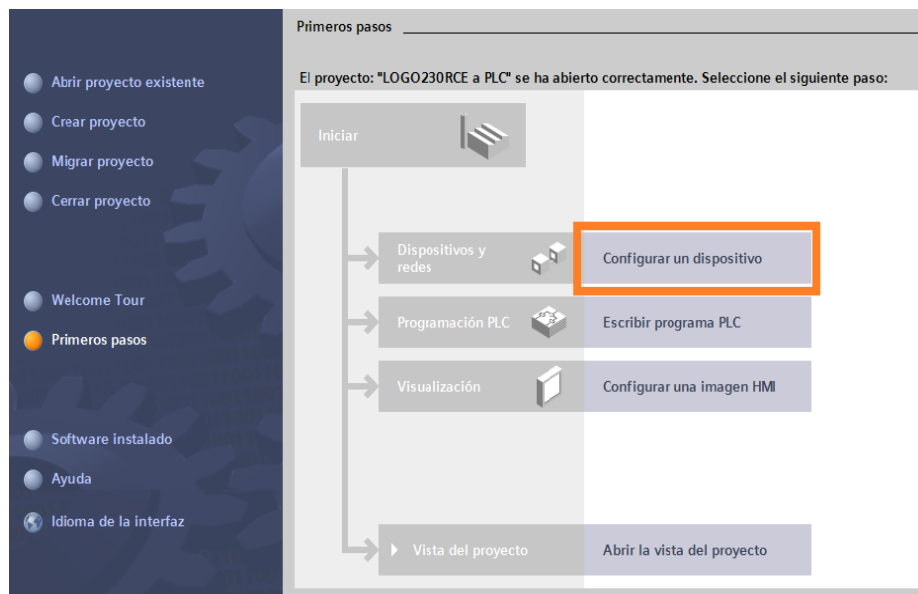
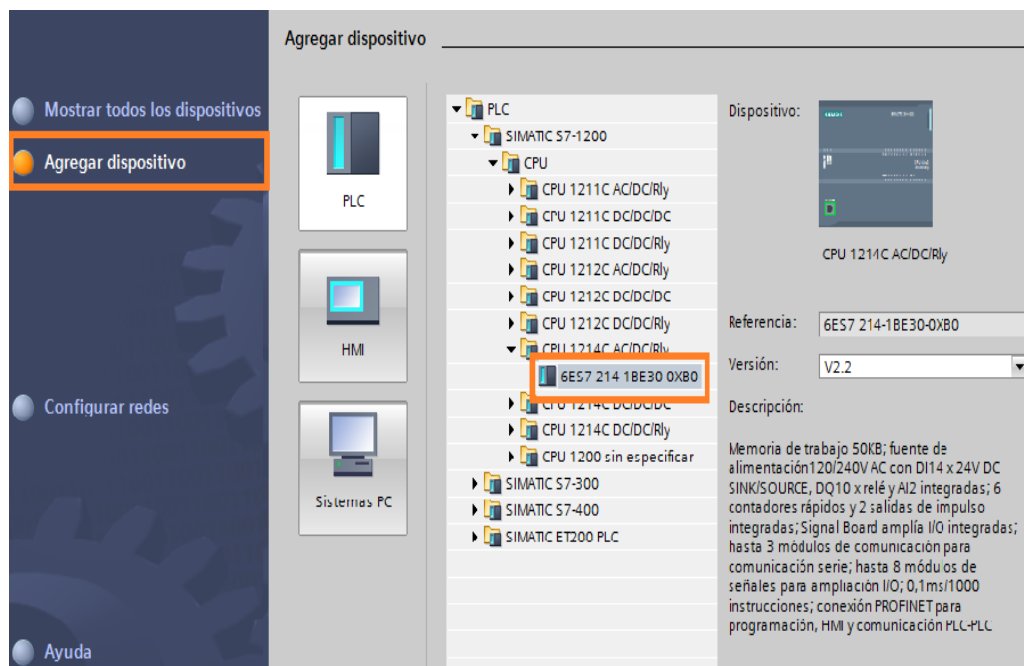

Figura 58: Configuración dispositivo.
Figura 59: Dispositivo PLC 1200.
6. Seleccionar la opción “Configurar un dispositivo” Figura 58. Escoger “Agregar un dispositivo” y en las opciones que se despliegan del PLC escoger “PLC 1200” el cual se utilizara Figura 59.